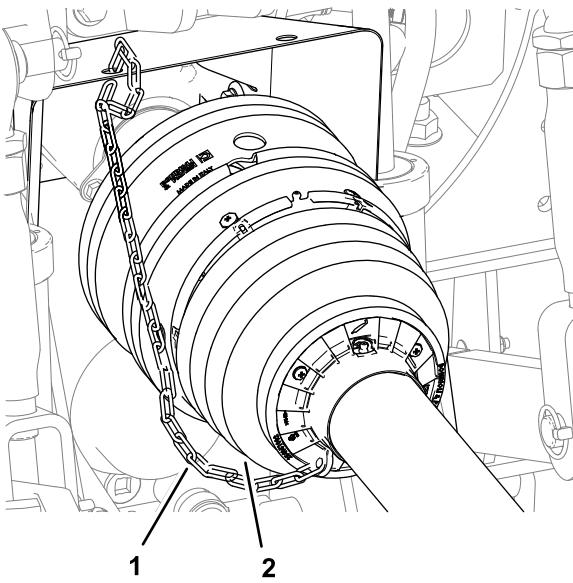

Bild 32
- Befestigen Sie die Rückhaltekette an einem festen Teil des Zugfahrzeugs (Bild 32).